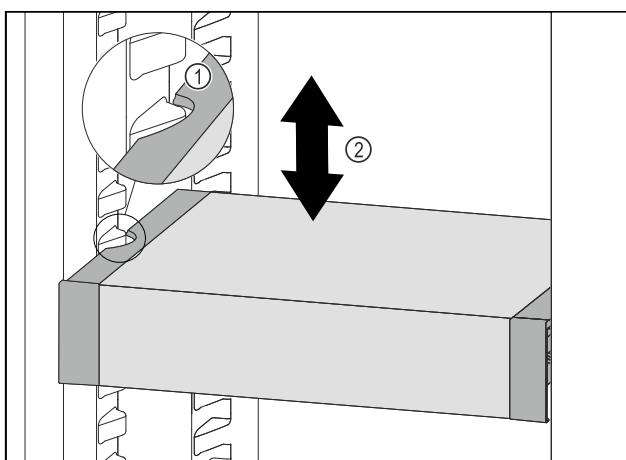

Fig. 111
- Изтеглете VarioSafe напред, докато страничните прорези на VarioSafe се намират на височината на реброто на съда в хладилната част. *Fig. 111 (1)*
- Преместете VarioSafe нагоре или надолу в хладилната част, докато се достигне желаната височина. *Fig. 111 (2)*